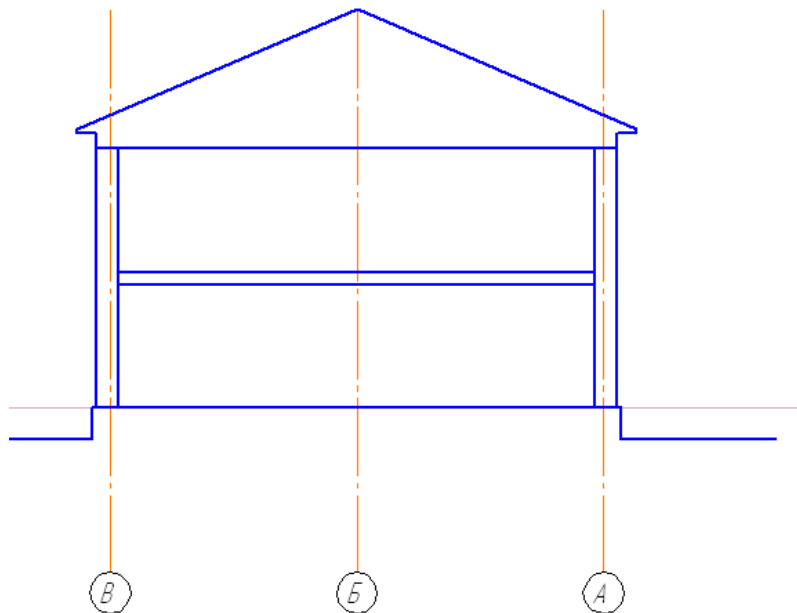

Рис. 16
2. При помощи вспомогательной прямой перенести с фасада нулевую отметку (в данном задании она у всех совпадает с уровнем цоколя) и посмотрев внимательно на расположение буквенных осей в разрезе, выполнить координационные оси здания - Обозначения для строительства – Отдельная координационная ось (рис.16).